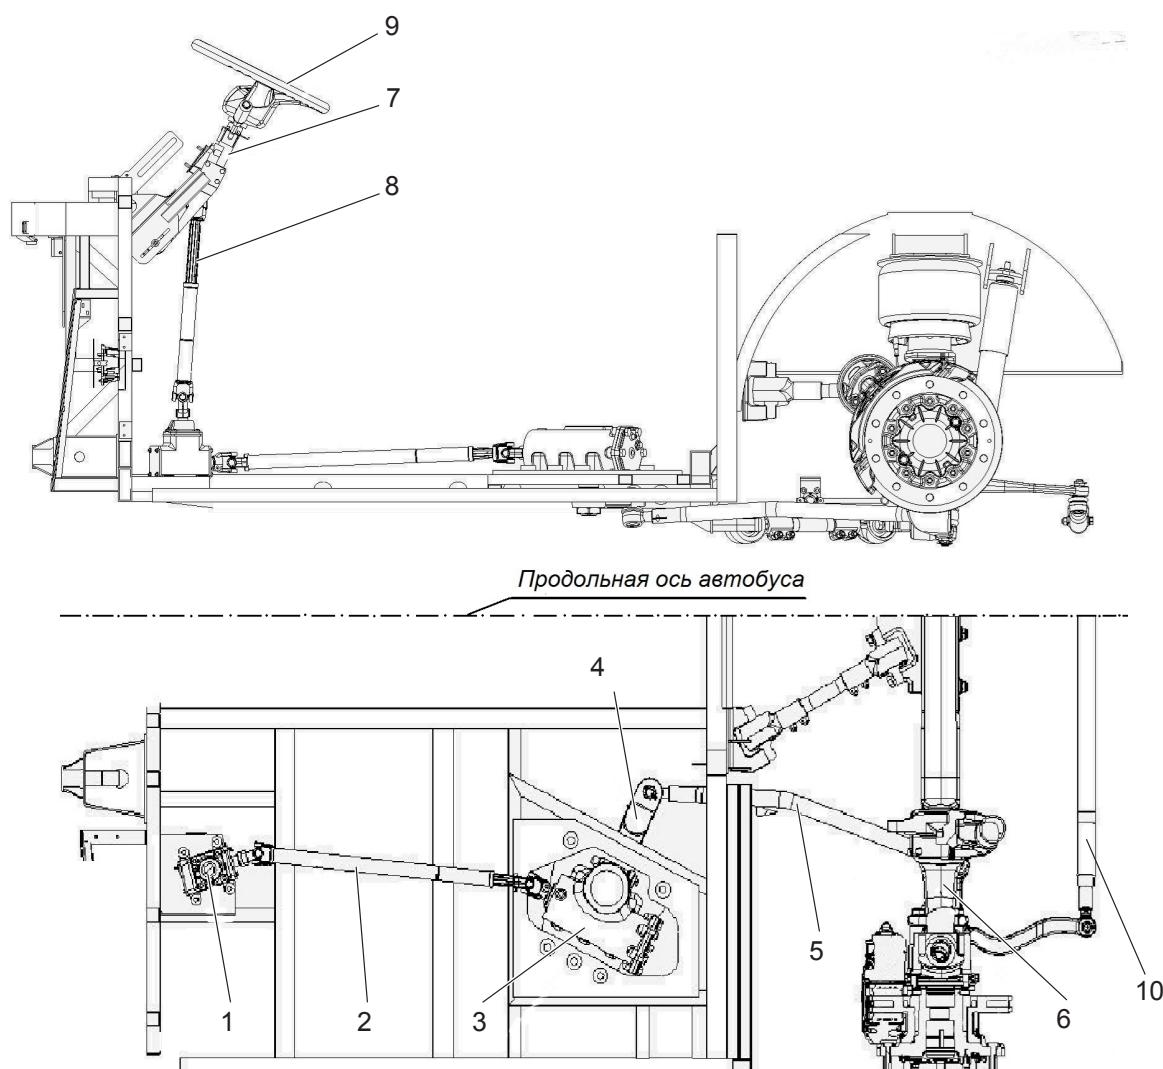

Рисунок 4.8.1 - Рулевое управление для зависимой подвески
Перед заменой наконечников продольной рулевой тяги 10 (рис. 4.8.1) необходимо зафиксировать передние колеса и рулевое колесо в положении соответствующем прямолинейному движению. При этом должны совпадать метки на входном валу и на корпусе рулевого механизма 7. После замены наконечников отрегулировать длину продольной тяги, так чтобы оси пальцев наконечников рулевой тяги совпали с осями
конусных отверстий в сошке и рычаге поворотного кулака. Наконечники должны быть ввернуты в трубу на одинаковую величину. Продольную тягу устанавливать в положении, показанном на рис. 4.8.1.
- отсоединить сливной шланг 8 (рис. 4.8.1) и напорный шланг 9, идущие от рулевого механизма, опустить их в емкость, и медленно поворачивая рулевое колесо вправо – влево до упора, слить масло из рулевого механизма;